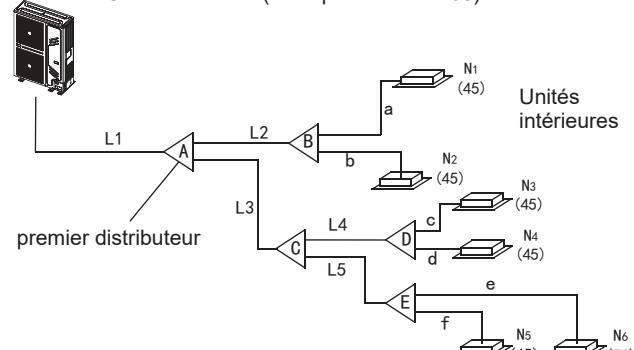

Fig. 4-5
- 2) Exemple: En la Fig.4-5, la capacidad total aguas abajo de la tubería L2 es de  $45 \times 2 = 90$ , por lo que según la Tabla 4.4, el diámetro de gas / líquido de L2 será:  $\Phi 15.9$  ( $5/8"$ ) /  $\Phi 9.5$  ( $3/8"$ ).